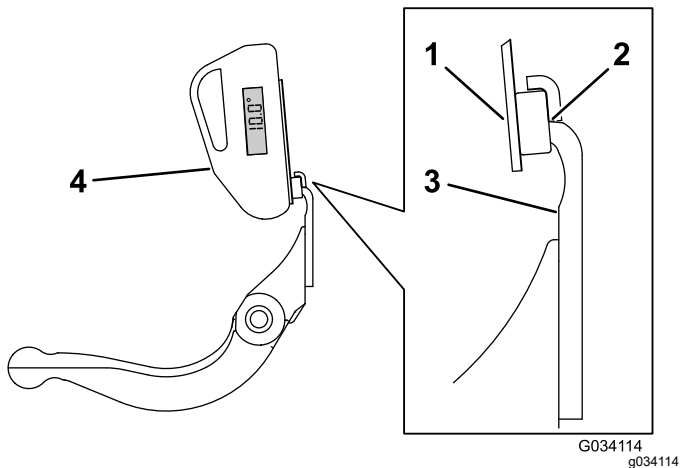

Figure 31
3. Placez le support de l'indicateur d'angle sur le bord de la contre-lame, de manière à adapter le bord de l'aimant au bord de la contre-lame (Figure 31).
4. Placez l'indicateur d'angle sur le support, comme montré à la Figure 31.